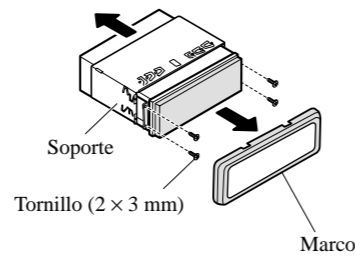

Fig. 10
- **Quite el marco y el soporte. (Fig. 10)**